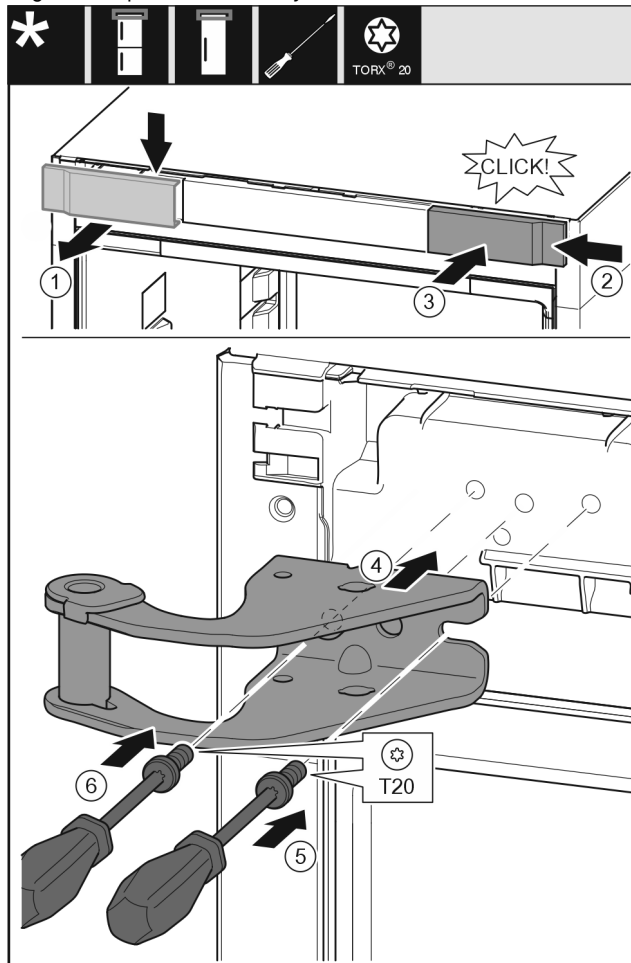

Fig. 10
- ▶ Afdekking van boven naar voren toe verwijderen. Fig. 10 (1)
- ▶ Afdekking 180° gedraaid op de andere kant van rechts aanbrengen. Fig. 10 (2)
- ▶ Afdekking vastklikken. Fig. 10 (3)
- ▶ Bovenste lagerbus plaatsen. Fig. 10 (4)
- ▶ Schroef met schroevendraaier T20 aanbrengen en vastdraaien. Fig. 10 (5)
- ▶ Schroef met schroevendraaier T20 aanbrengen en vastdraaien. Fig. 10 (6)